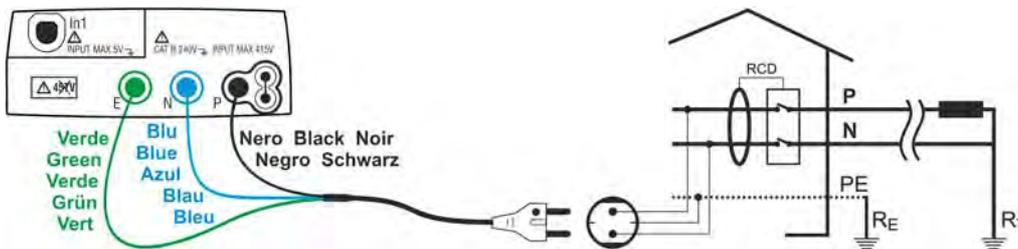
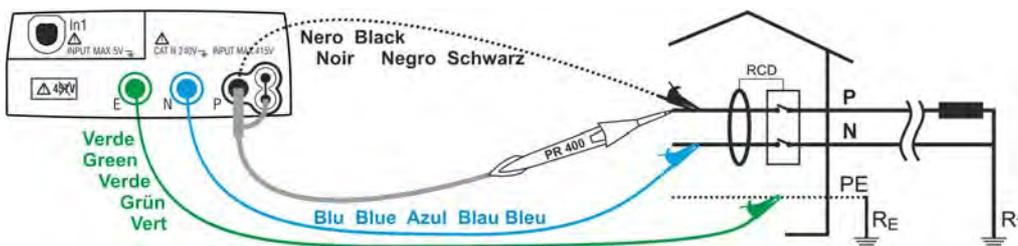
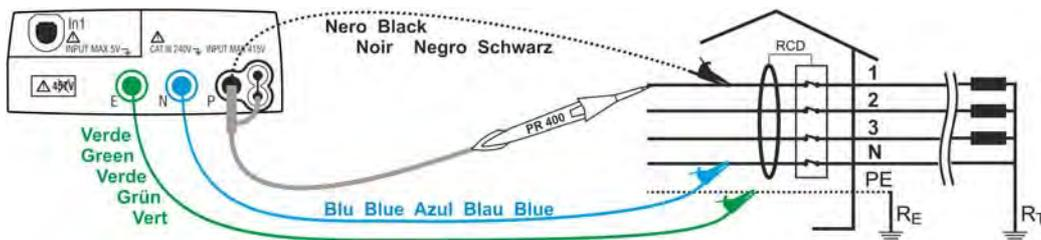

Fig. 20 : Mesure de la résistance globale de terre en installations monophasées ou biphasées 230V par fiche shuko
Fig. 21 : Mesure de la résistance globale de terre en installations monophasées ou biphasées 230V par câbles simples et embout à distance
Fig. 22 : Mesure de la résistance globale de terre en installations triphasées 400V + N +PE par câbles simples et embout à distance
4. Introduire les connecteurs vert, bleu et noir du câble shuko à trois bornes dans les entrées correspondantes de l'instrument E, N, P. Autrement, utiliser les câbles simples et insérer les crocodiles correspondants dans l'extrémité des câbles restée dégagée. Le cas échéant, utiliser l'embout à distance en insérant son connecteur multipolaire dans l'entrée P. Connecter la fiche shuko, les crocodiles ou l'embout à distance au réseau électrique comme d'après les Fig. 20, Fig. 21, Fig. 22 et Fig. 23.